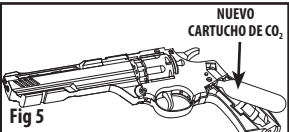

Fig 5
5. Inserte un nuevo cartucho de CO₂ en la pistola con el cuello pequeño del cartucho mirando hacia arriba (Fig. 5).